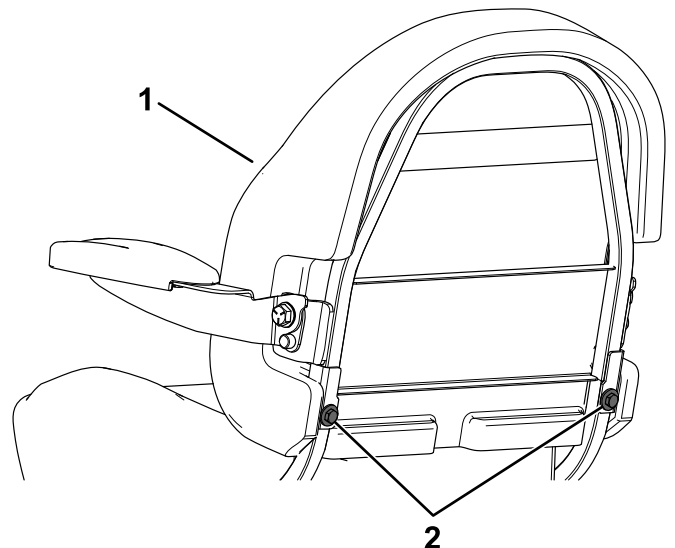

Bild 6
2. Schieben Sie die Rückenlehne in die Streben des Sitzunterteils und fluchten die Löcher aus (Bild 6).
3. Befestigen Sie die Rückenlehne mit zwei Schrauben (5/16" x 1-1/2") und zwei Muttern (5/16"), siehe Bild 6. Ziehen Sie die Schrauben auf ein Drehmoment von 24 Nm an.